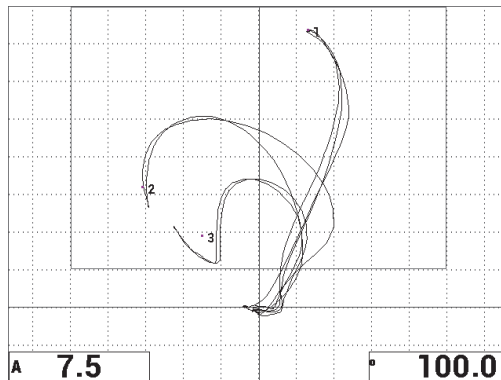

图 6-52 在脱粘缺陷上的第二次扫查
14. 按**全屏/下一组**键（），显示全屏，然后慢慢地在脱粘缺陷上扫查，并确保点仍然与信号匹配（参见第156页的图6-52）。